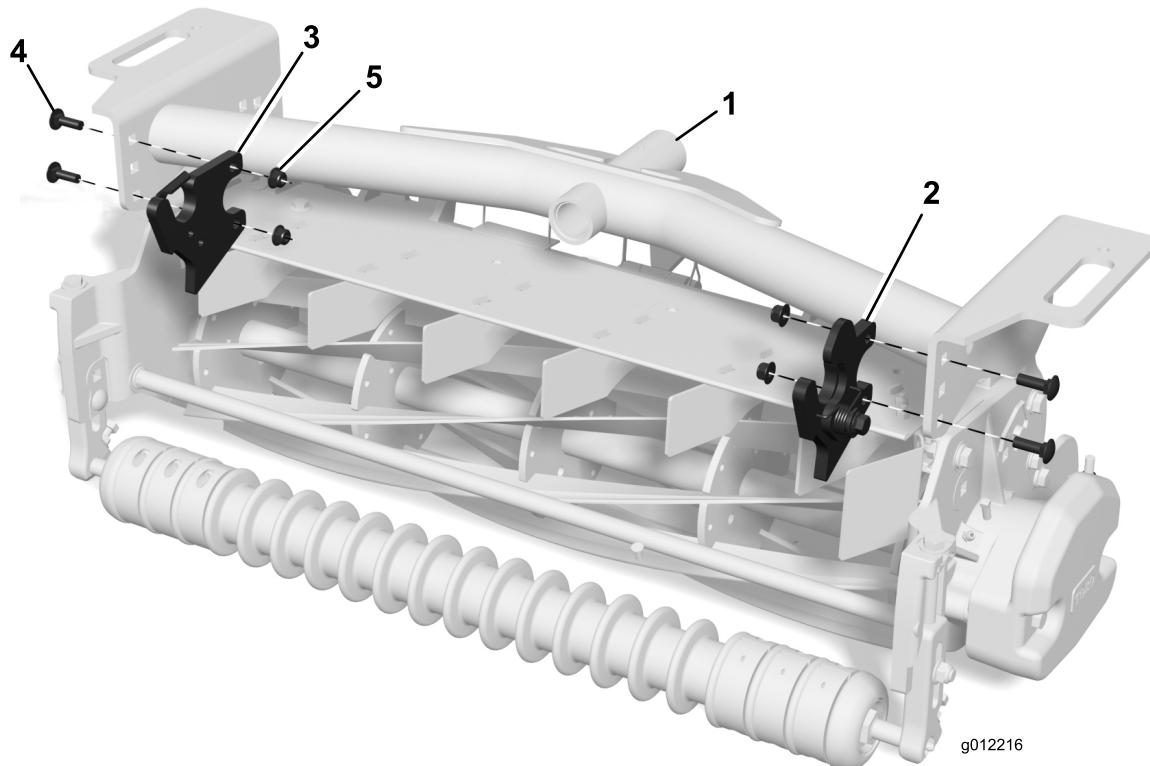

Figura 4
3. Monte un conjunto de guía en el interior del extremo derecho de cada bastidor de tiro con 2 pernos de cuello cuadrado (5/16" x 1") y tuercas con arandela prensada (5/16") según se muestra en Figura 4.
- Monte un conjunto de soporte en el interior del extremo izquierdo de cada bastidor de tiro con 2 pernos de cuello cuadrado (5/16" x 1") y tuercas con arandela prensada (5/16") según se muestra en Figura 4.